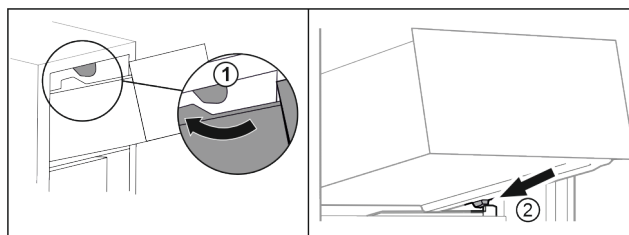

Fig. 94
- ▶ Predal speljite okrog zgornjih zaustavljalnikov. Fig. 94 (1)
- ▶ Predal postavite v poševnem položaju za spodnjimi zaustavljalniki na nastavek za posodo. Fig. 94 (2)